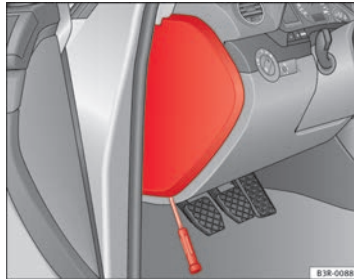

Abb. 188 Links in der Instrumententafel: Abdeckung des Sicherungskastens
- Zum Öffnen des Sicherungsdeckels ⇒ Abb. 188 einen Schraubendreher benutzen.